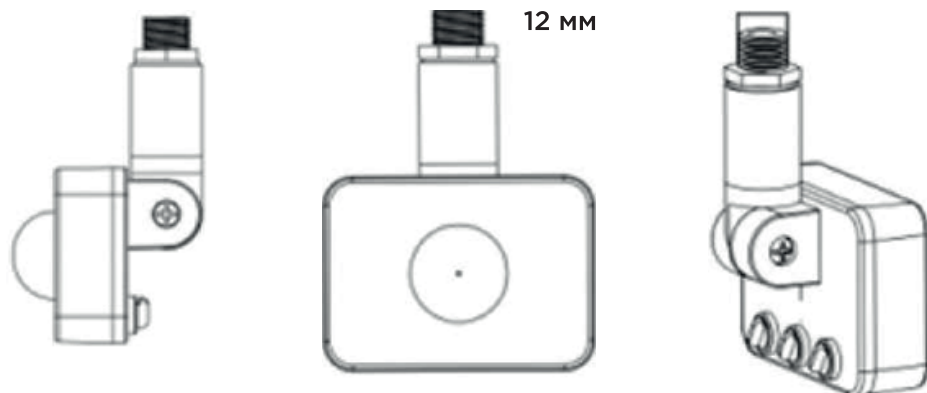

Рисунок 3
1. Настройка прожектора осуществляется тремя регуляторами: LUX (степень освещенности), TIME (время свечения после срабатывания датчика), SENS (чувствительность срабатывания датчика) (рис. 3).